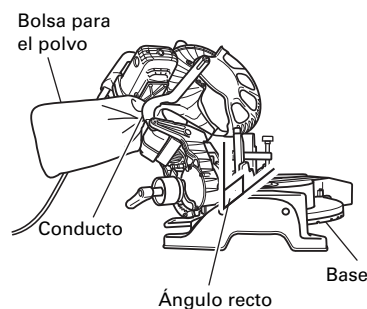

Fig. 43
- (1) Cuando la bolsa para el polvo esté llena de polvo, dicho polvo saldrá soplado de la bolsa para el polvo cuando gire la hoja de sierra. Compruebe periódicamente y vacíe la bolsa para el polvo antes de que se llene.
- (2) Durante el corte en bisel y compuesto, fije la bolsa para el polvo en ángulo recto con relación a la superficie de la base como se muestra en la Fig. 43.